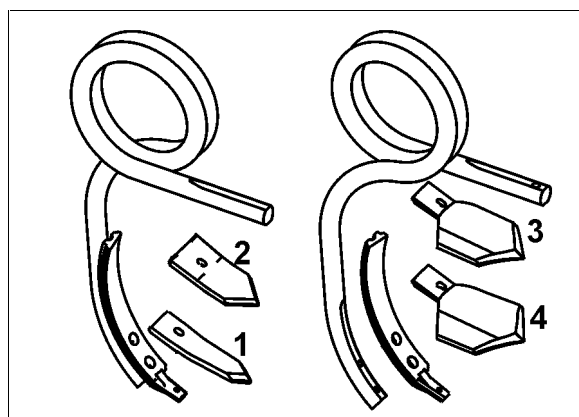

Fig. 15
- o als meskouter (Fig. 15/1)
- o als stoppelkouter (Fig. 15/2)
- o als breedkouter (Fig. 15/3,4)